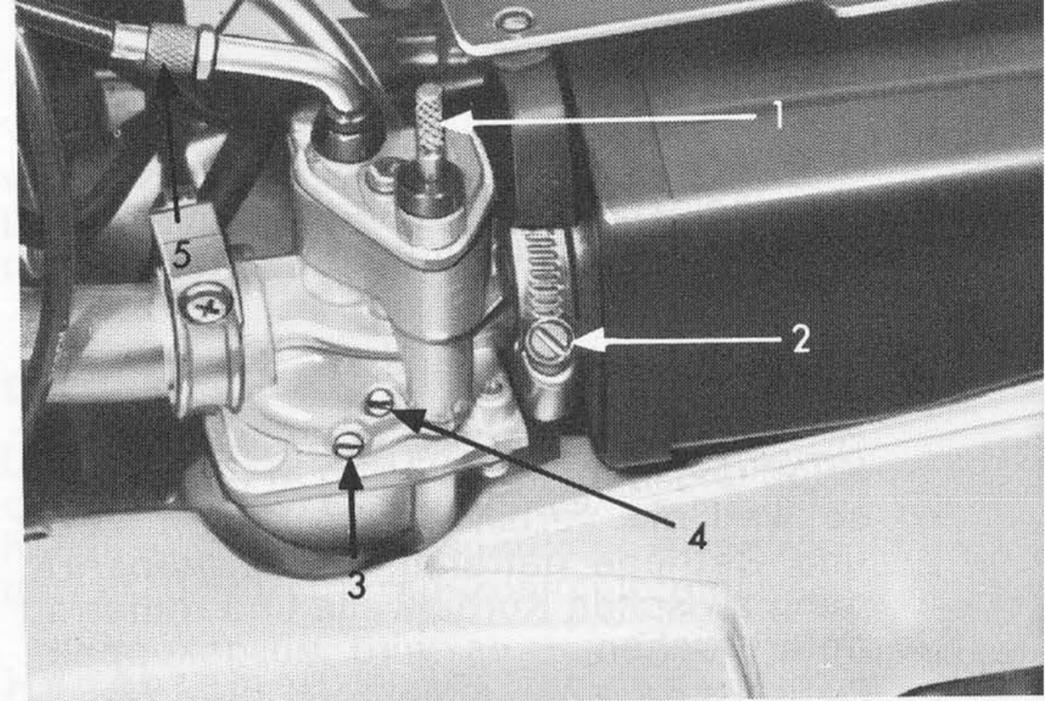

Bild 7
- 16 = Kaltstartstift am Vergaser (verdeckt, s. Bild 7)